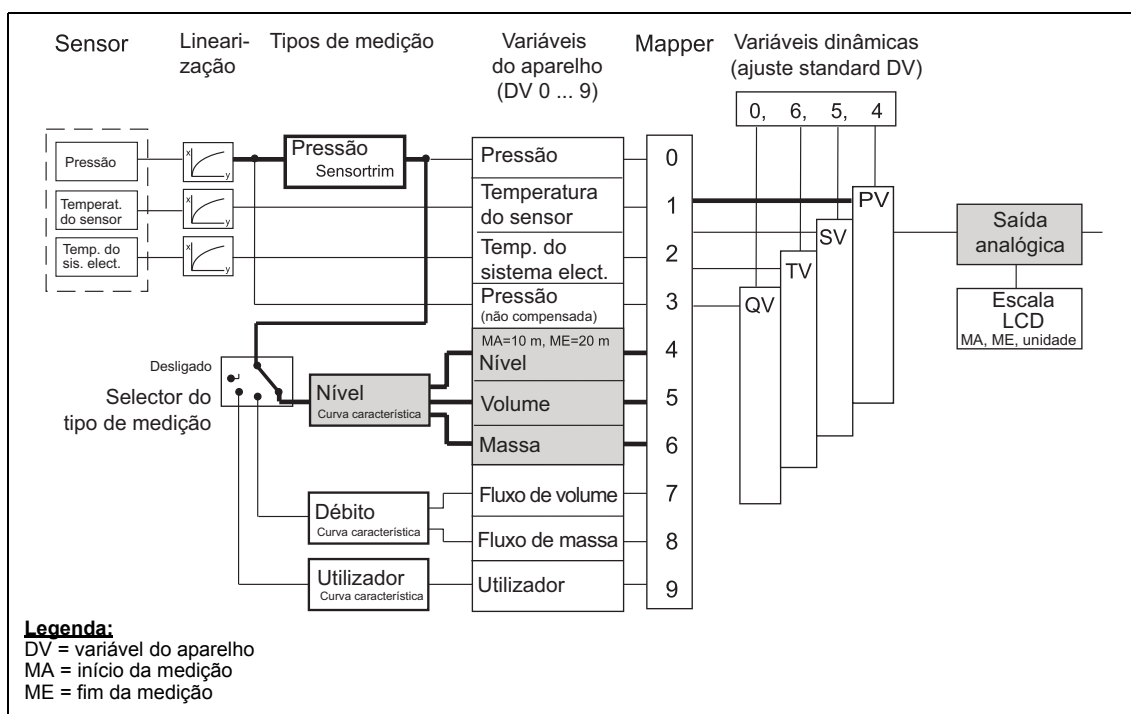
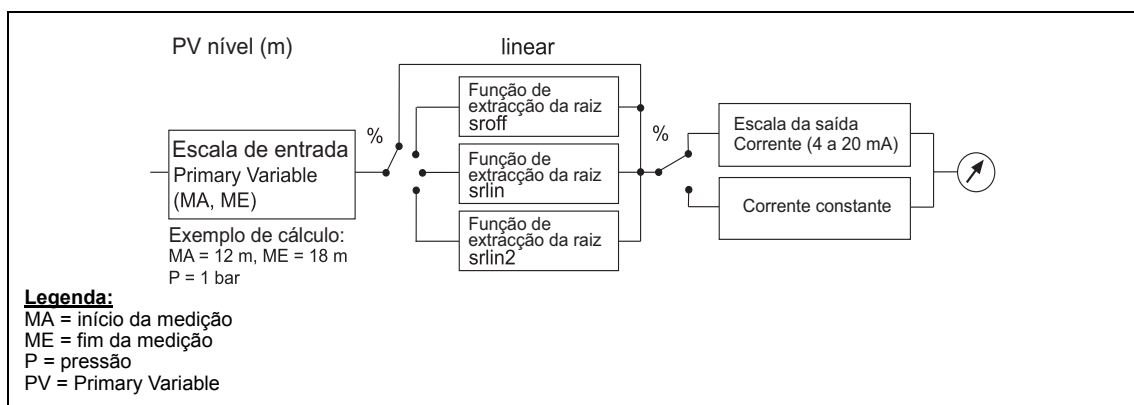

Figura 31 Escala “Saída analógica”
Figura 32 Bloco da saída analógica
Na utilização do bloco de débito, todas as outras eventuais curvas características a ser extraída da raiz devem estar desligadas (Figura 32, pág. 62).
O bloco da saída analógica converte o valor disponibilizado pela variável dinâmica PV num valor de corrente de 4 a 20 mA. Através do accionamento do selector do tipo de medição é determinado, previamente e de forma automática, o início e o fim da medição que aqui devem corresponder aos valores de corrente 4 e 20 mA. Por norma, os valores limite das respectivas variáveis do aparelho são utilizados na escala da saída analógica de modo como foram introduzidos durante a parametrização do seu tipo de medição (Figura 31, pág. 61 “Saída analógica”). Isso significa que com uma variável do aparelho “Nível” como Primary Variable (PV) 10 m corresponderiam ao valor de 4 mA e 20 m ao valor de 20 m. Pode alterar novamente esta pré-configuração no bloco da saída analógica limitando a gama da variável do aparelho “Nível” da escala da corrente de saída para os, p. ex. 12 a 18 m (Figura 32, pág. 62). Esta desmultiplicação não influencia a anterior escala do bloco. Neste caso, com uma altura de 12 m é emitida uma corrente de 4 mA, e com uma altura de 18 m uma corrente de 20 mA.